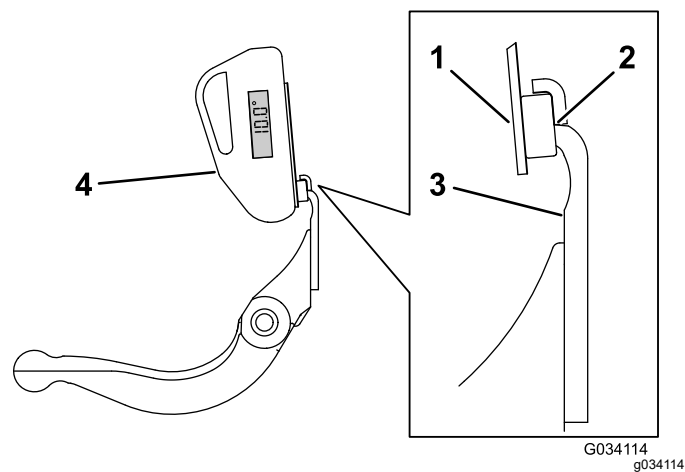

図 25
4. 図 25に示すようにマウントに傾斜計を取り付ける。
3. 傾斜計マウントのマグネットのエッジがベッドナイフのエッジに密着するように、ベッドナイフのエッジに傾斜計マウントをセットする図 25。